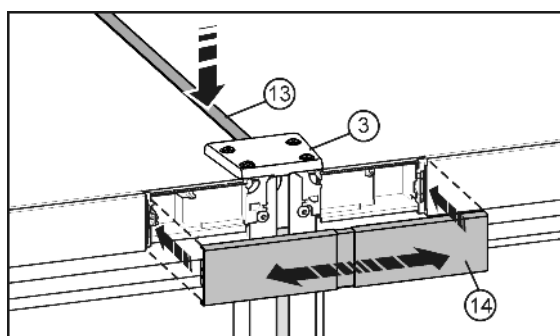

Fig. 10
- Trykk den korte listen Fig. 10 (13) inn i spalten på oversiden. Listen må ligge helt i flukt med forbindelsesplaten Fig. 10 (3) på fremsiden.
- Klikk dekkelet Fig. 10 (14) på mellomrommet som ennå er åpent mellom de to betjeningspaneldelene. Pass på at dekkelets utsider ligger helt i flukt med betjeningspaneldelene. Dekkelet kan trekkes ut for dette formålet.